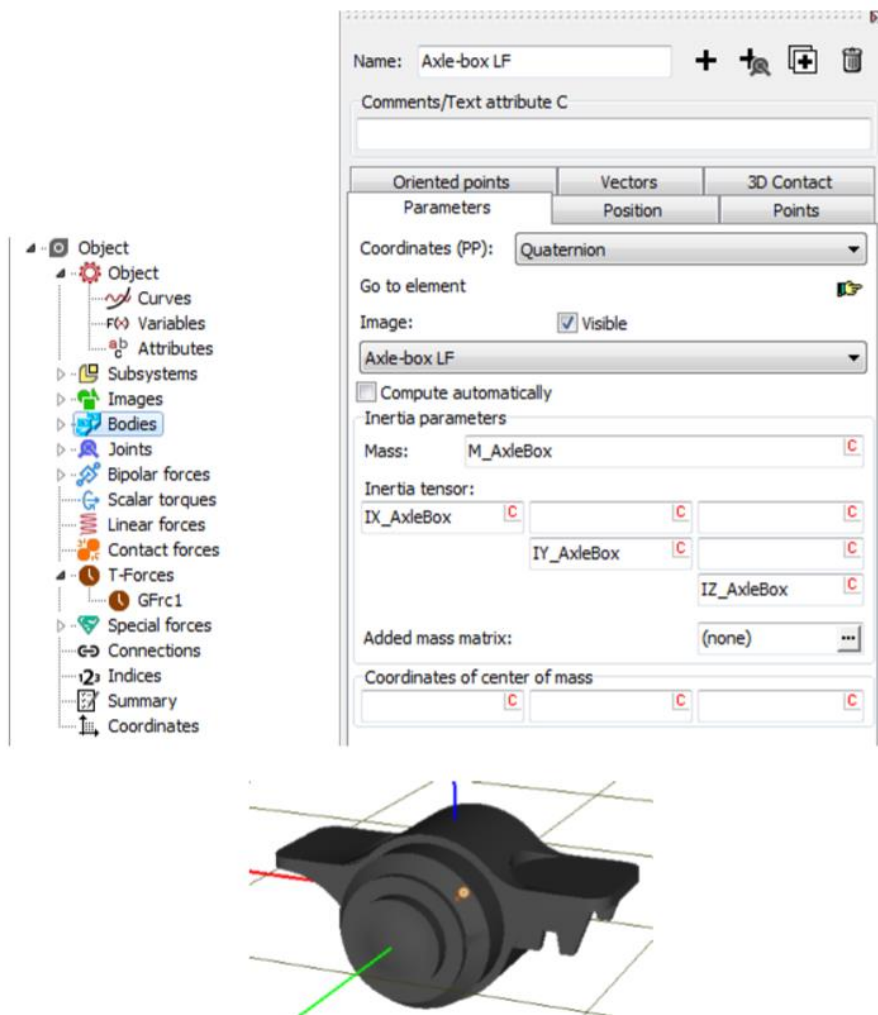

图 2.13
1. 在图 2.13 右上界面，点击 按钮，依次选择菜单 **Create joint | Rotational**，这样就自动为轴箱创建了一个铰。